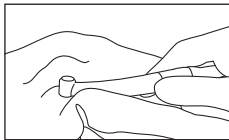

Fig. 9
- 3) Essuyez l'extérieur de la pièce à main en utilisant un tissu humecté de désinfectant ou d'éthanol ayant une teneur de 60 à 90 %. (Fig. 9)